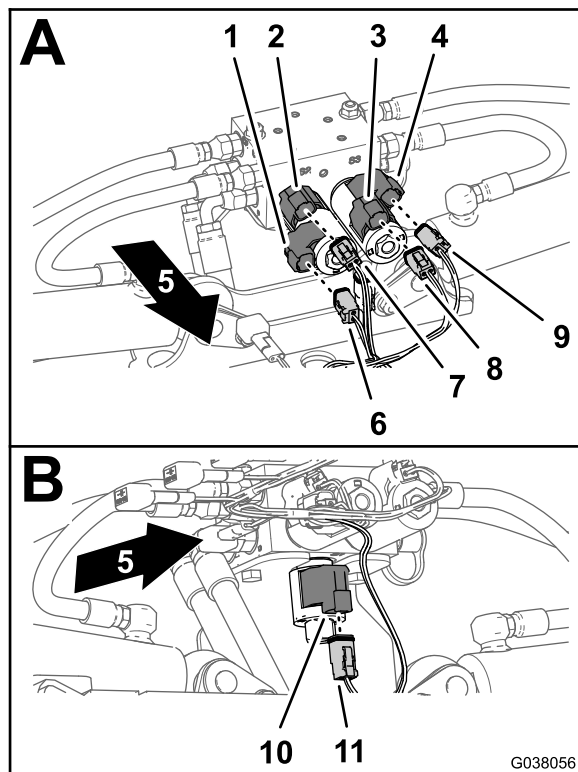

图115
1. 在左下方的螺线圈将标有左下螺线圈的后线束 2 插槽接头连接至左下螺线圈的 2 针接头 图115。
2. 在左上方的螺线圈将标有左上螺线圈的后线束 2 插槽接头连接至左上螺线圈的 2 针接头 图115。
3. 在右上方的螺线圈将标有右上螺线圈的后线束 2 插槽接头连接至右上螺线圈的 2 针接头 图115。
4. 在右下方的螺线圈将标有右下螺线圈的后线束 2 插槽接头连接至右下螺线圈的 2 针接头 图115。
5. 在提升油缸歧管的底部将标有启用螺线圈的后线束 2 插槽接头连接至启用螺线圈的 2 针接头 图115。